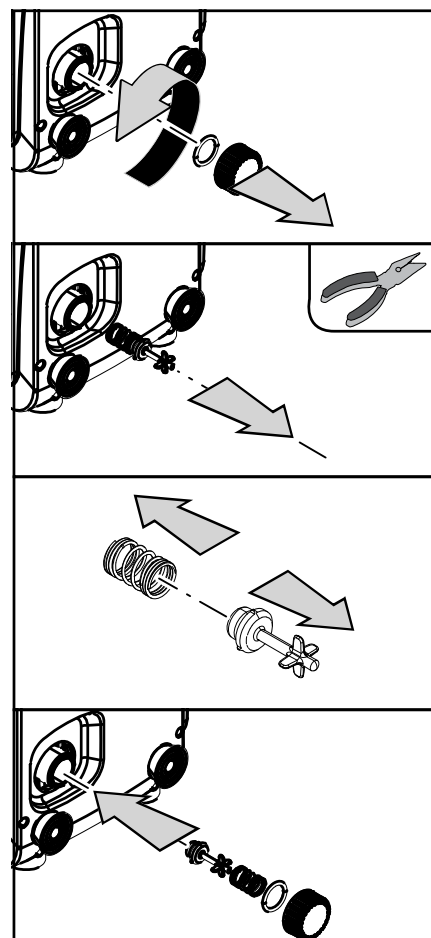

Рисунок 19
3. в любом случае выньте сливную пробку со стороны E, следя, чтобы не выпала уплотнительная манжета (Рисунок 19);